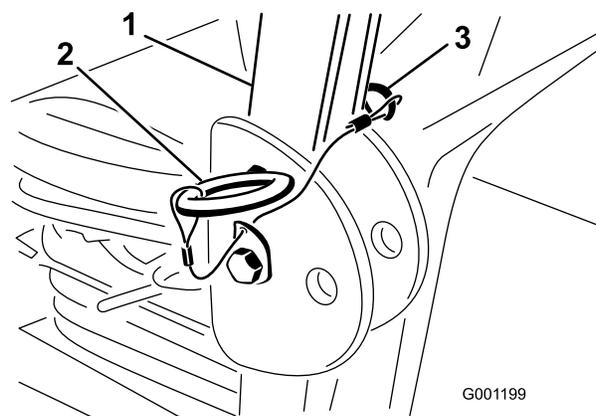

図 30
1. ROPS を下げるには、機体の左右でヘアピンコッターを抜き、ピンを外す(図 30)。
3. ピンとヘアピンコッターで固定する(図 30)。
4. ROPS を立てるには、機体の左右でヘアピンコッターを抜き、ピンを外す(図 30)。
5. ROPS をまっすぐに立ててピンで固定し、ヘアピンコッターでロックする (図 30)。